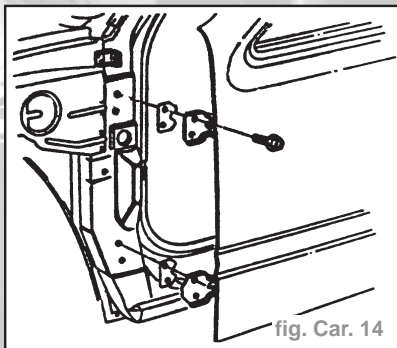

fig. Car. 14
- la porte avant du montant A - autres vis, rondelles (fig. Car. 14).